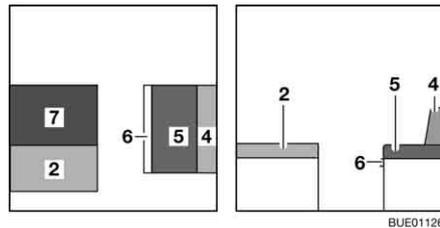

Bild 112 Während des Umbaus
- Das Zusatzpolster (Bild 112,7) auf den Tisch legen.